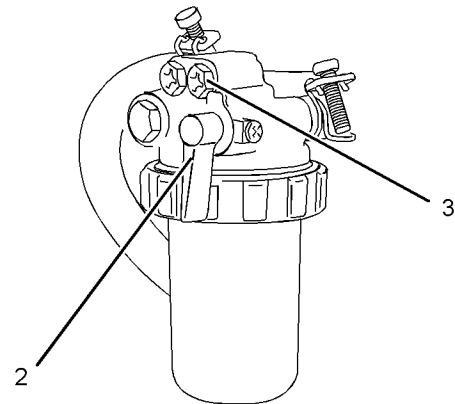
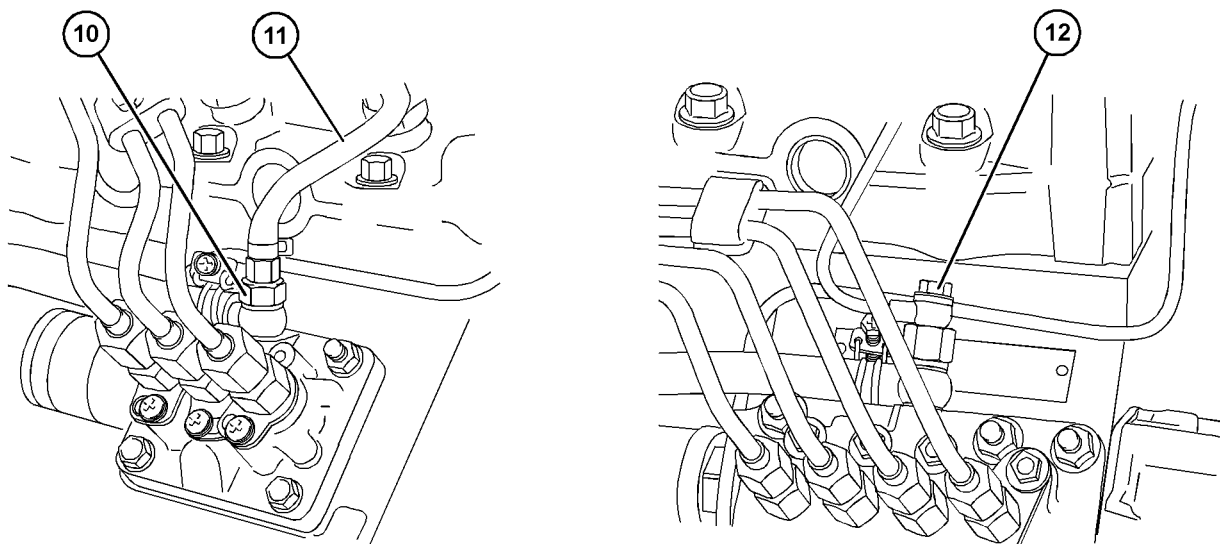

Abbildung 74
Abbildung 78
1. Sicherstellen, dass sich das Kraftstoffventil (2) für den Kraftstofffilter mit einem Einsatz in der Stellung ON (EIN) befindet. Siehe Abbildung 74 .
3. Die handbetätigte Entlüftungspumpe (6) betätigen. Die Entlüftungsschraube festziehen, sobald Kraftstoff ohne Luft aus der Entlüftungsschraube fließt.
4. Den Anschluss (10 oder 12) an der Kraftstoffeinspritzpumpe lösen. Siehe Abbildung 78 .
3. Die Leitungsentlüftungspumpe (7) betätigen. Die Entlüftungsschraube festziehen, sobald Kraftstoff ohne Luft aus der Entlüftungsschraube fließt.
3. Die elektrische Entlüftungspumpe (8) in Betrieb nehmen. Die Entlüftungsschraube festziehen, sobald Kraftstoff ohne Luft aus der Entlüftungsschraube fließt. Die elektrische Entlüftungspumpe ausschalten.
4. Die Anschlussschraube (10 oder 12) an der Kraftstoffeinspritzpumpe lösen. Siehe Abbildung 78 .
3. Die Kraftstoffförderpumpe (9) betreiben. Die Entlüftungsschraube festziehen, sobald Kraftstoff ohne Luft aus der Entlüftungsschraube fließt. Die Kraftstoffförderpumpe stoppen.